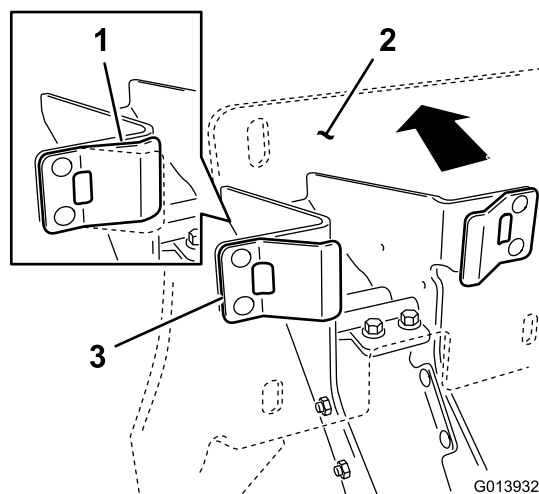

Figura 19
- Asigurai-vă că opritoarele din plastic sunt în contact direct cu umerii arcului, aplicai un nivel suficient de presiune asupra ansamblului plăcii posterioare al cadrului, pentru a comprima umerii arcului la jumătatea dimensiunii lor (Figura 19).